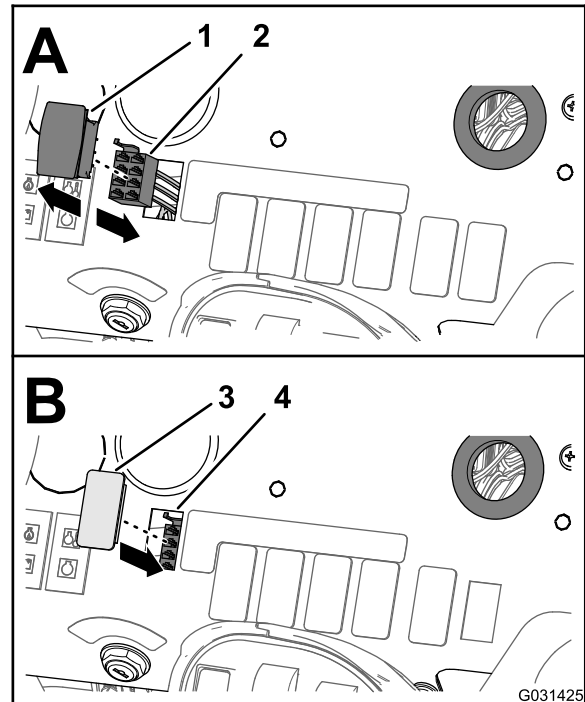

Bild 30
- 1. Drücken Sie unter dem Armaturenbrett der Maschine die Verriegelungsnasen des Dosierungssteuerschalters zusammen und drücken Sie den Dosierungssteuerschalter aus dem Armaturenbrett heraus (Bild 30).
- 2. Ziehen Sie den 8-Buchsen-Stecker des vorderen Kabelbaums der Maschine (mit **Rate Switch** beschriftet) vom 8-Stift-Stecker des Schalters ab (Bild 30).
4. Fluchten Sie die Schalterblende mit der Öffnung im Armaturenbrett aus, von der Sie den Dosierungsschalter entfernt haben (Bild 30).
5. Setzen Sie die Schalterblende in das Armaturenbrett Schaltkasten ein, bis die Blende richtig in der Abdeckung einrastet (Bild 30).